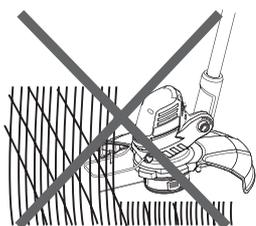
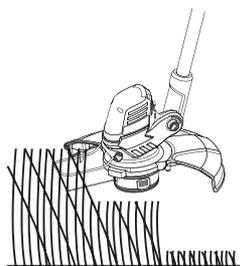

Fig. 22
Fig. 23
- > N'essayez pas de couper les herbes hautes d'un seul coup: procédez toujours par étapes (Fig. 22). Une coupe par étapes donne de meilleurs résultats (Fig. 23).